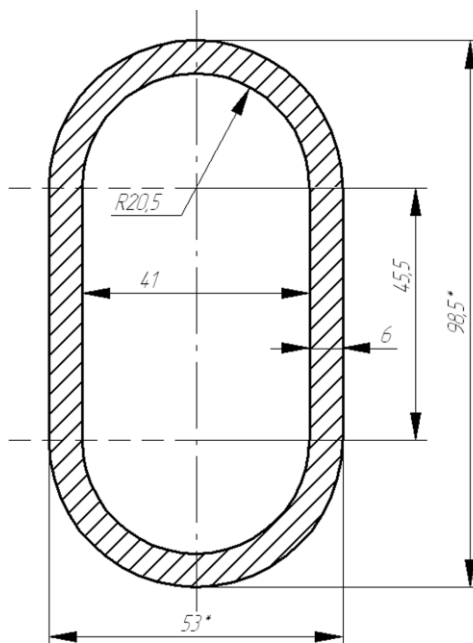

Рис. 2.3
Вертикальные и горизонтальные стержневые элементы конструкции имеют поперечное сечение *Двутавр № 20* с уклоном полок по ГОСТ 8239-89, а наклонные стержневые элементы — нестандартное поперечное сечение, чертеж которого изображен на рис. 2.3. Сечение ориентировано таким образом, что его ось расположена в вертикальной плоскости. Материал всех стержней — сталь СтЗкп. Соединение стержневых элементов друг с другом жесткое. Ширина пролета моста 3500 мм.
3.1.1. Построение поперечного сечения во внутреннем редакторе. Построение нового поперечного сечения производится во внутреннем редакторе APM Graph. Рассмотрим построение с помощью APM Graph произвольного сечения, изображенного на рис. 2.3 (более подробно процедуры построения сечений описаны в главе 1).